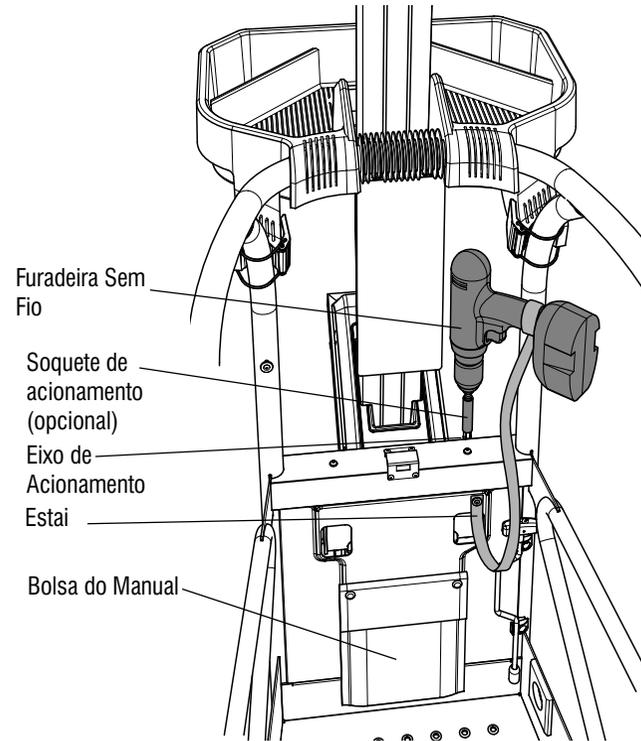

Figura 3-9. Instalação da furadeira sem fio
**NOTA:** Quando inverter o procedimento para desmontar a máquina, puxe a alavanca da trava da plataforma (C) para desengatar a plataforma do porta-garfos.
6. Prenda o estai firmemente ao redor do cabo da furadeira sem fio. Conecte a furadeira sem fio na parte superior do eixo de acionamento, usando o soquete profundo de acionamento de 11 mm (7/16 in) fornecido (localizado na bolsa do manual) ou prendendo o mandril da furadeira diretamente no sextavado na parte superior do eixo de acionamento (consulte a Figura 3-9.).